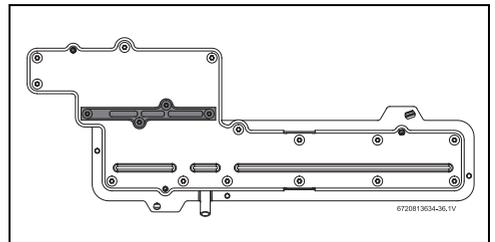

Fig. 38 Collecteur de gaz
- ▶ Retirer les quatre vis qui fixent la plaque du panneau au collecteur de gaz, voir fig. 38 (plaque de couleur grise).